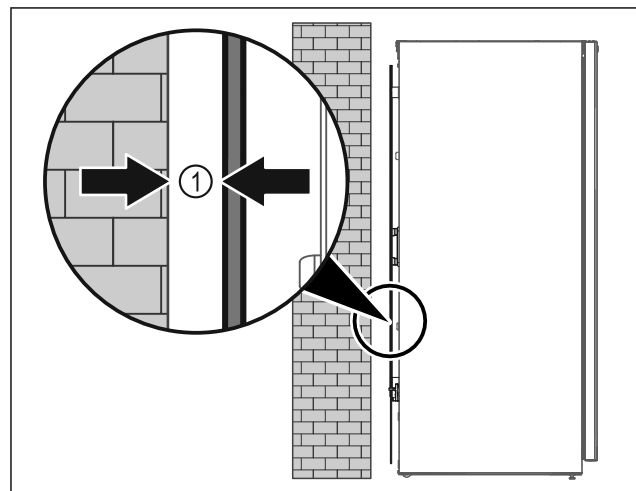

Fig. 8
- ▶ Ustavte spotřebič buď volně v místnosti nebo přímo u stěny v minimální vzdálenosti 5 mm Fig. 8 (1).